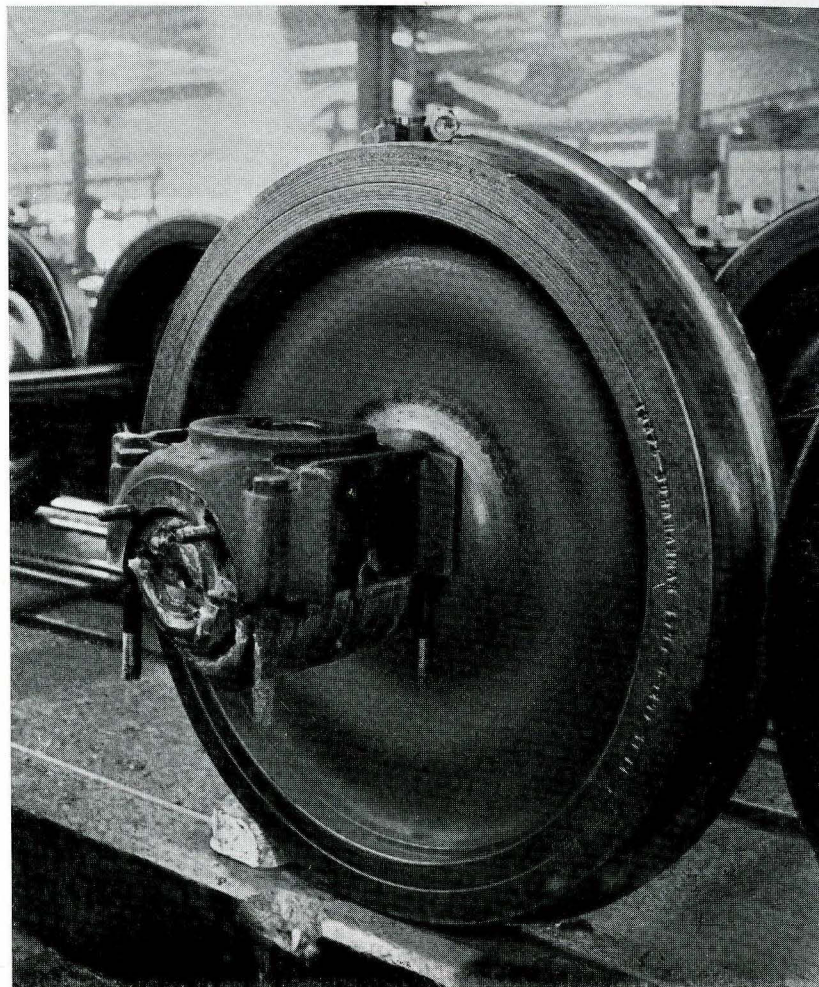

Fig. 24
3. Boxens överhalva med tillhörande skruvar sättes på lagret, fig. 24, och den undre hälften skjutes över skruvarna. Härvid beaktas, att tätningsspalterna måste vara fyllda med fett. Skruvarnas muttrar sätts på, fig. 25, och dragas lika.